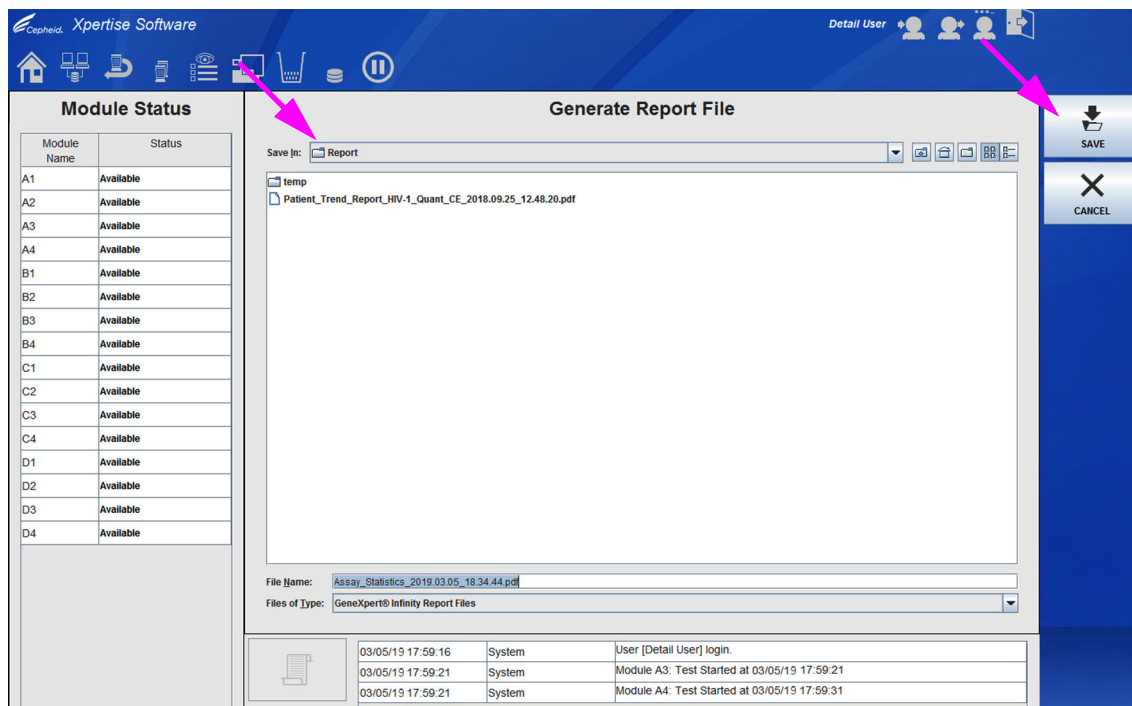

Figura 10-89. Área de trabalho Generate Report File (Gerar ficheiro de relatório)
- **GENERATE REPORT FILE (GERAR FICHEIRO DE RELATÓRIO)** – Cria um ficheiro PDF e guarda-o na localização que especificar. Seleccione o botão **GENERATE REPORT FILE (GERAR FICHEIRO DE RELATÓRIO)** na área de trabalho Assay Statistics Report (Relatório de estatísticas de ensaio) (ver Figura 10-88) para criar um ficheiro PDF do relatório. Aparece a caixa de diálogo Generate Report File (Gerar ficheiro de relatório) (ver Figura 10-89), que lhe permite guardar o ficheiro numa localização especificada. Seleccione o botão **SAVE (GUARDAR)** quando estiver na localização especificada. Para visualizar o relatório de estatística de ensaio, aceda à localização onde guardou o relatório, abra o relatório e imprima-o.